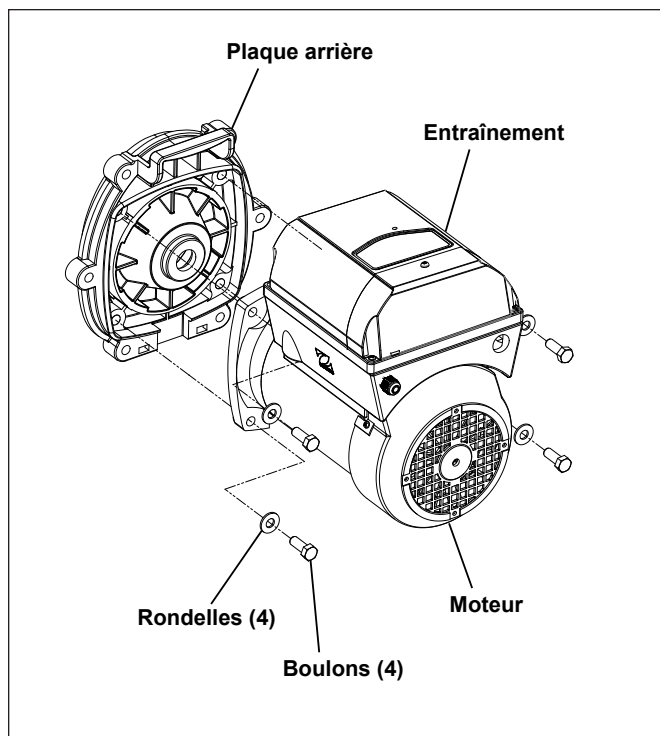

Figure 20. Montage de la plaque arrière
3. Remarquer l'alignement de la plaque arrière du moteur, tel qu'il est illustré à la Figure 20. Placer le joint torique de l'assemblage de la plaque arrière du moteur avec la face vers le sol, desserrer les quatre vis 14 mm (9/16 po) et retirer le moteur.
5. Remettre les quatre (4) boulons et rondelles retenant la plaque arrière du moteur et serrer au couple à 15 pieds-livres. Voir figure 20.